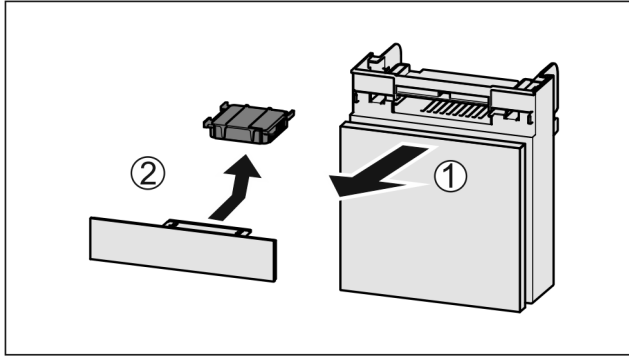

Fig. 45
- ▶ Lade vanaf de voorkant eruit trekken Fig. 45 (1).
- ▶ Actiefkoolfilter verwijderen Fig. 45 (2).